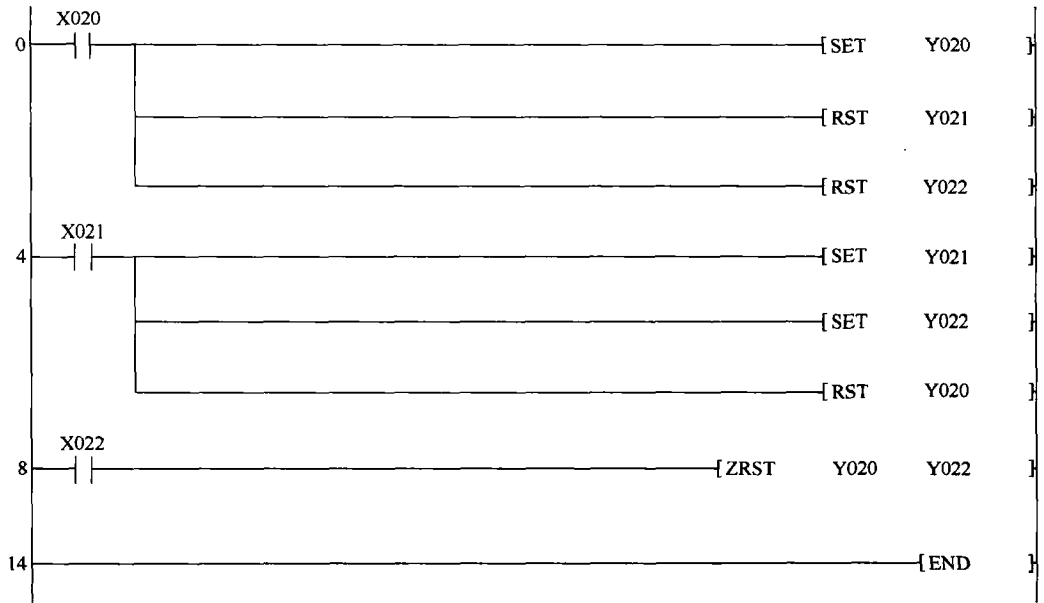

图 8-17 变频器电流电压控制程序
(3) 控制程序 变频器电流电压控制程序如图 8-17 所示。
(4) 参数设置 PR. 79 = 2 其他参数自行设置。